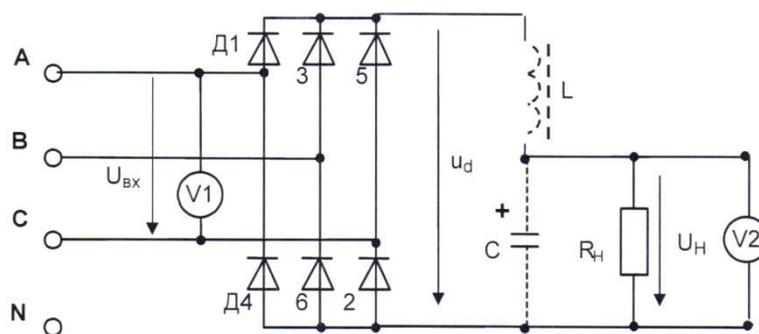
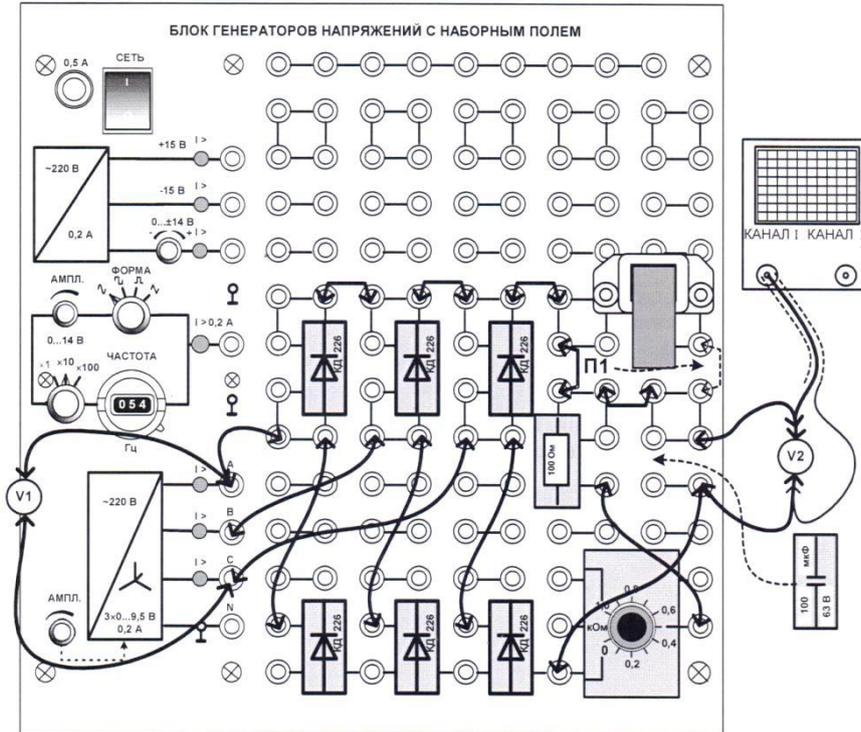

Рис. 12.1. Мостовая схема трёхфазного выпрямителя
Рис. 12.2 Монтажная схема трёхфазного выпрямителя
5.1. Соберите цепь трёхфазного мостового выпрямителя согласно принципиальной схеме (рис. 12.1) и монтажной схеме (рис. 12.2). На схеме  $V_1$  – мультиметр для измерения действующего значения синусоидального напряжения,  $V_2$  – мультиметр для измерения постоянного (выпрямленного) напряжения. Сопротивление нагрузки  $R_n$  состоит из двух последовательно соединённых резисторов: постоянного 100 Ом и переменного 1000 Ом, - и в первом опыте может быть любым от 100 до 1100 Ом.